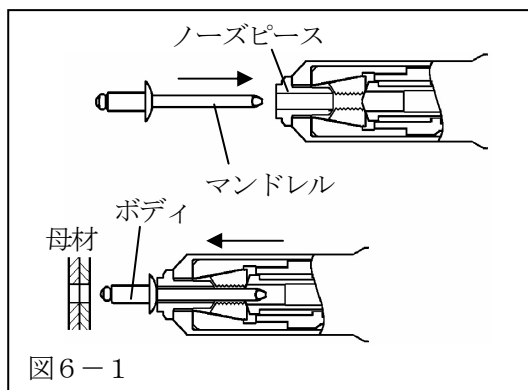

図6-1
- (1) ノーズピースにマンドレルを差し込みリベットを装着した後、母材下穴にリベットのボディを挿入してください。(図6-1)